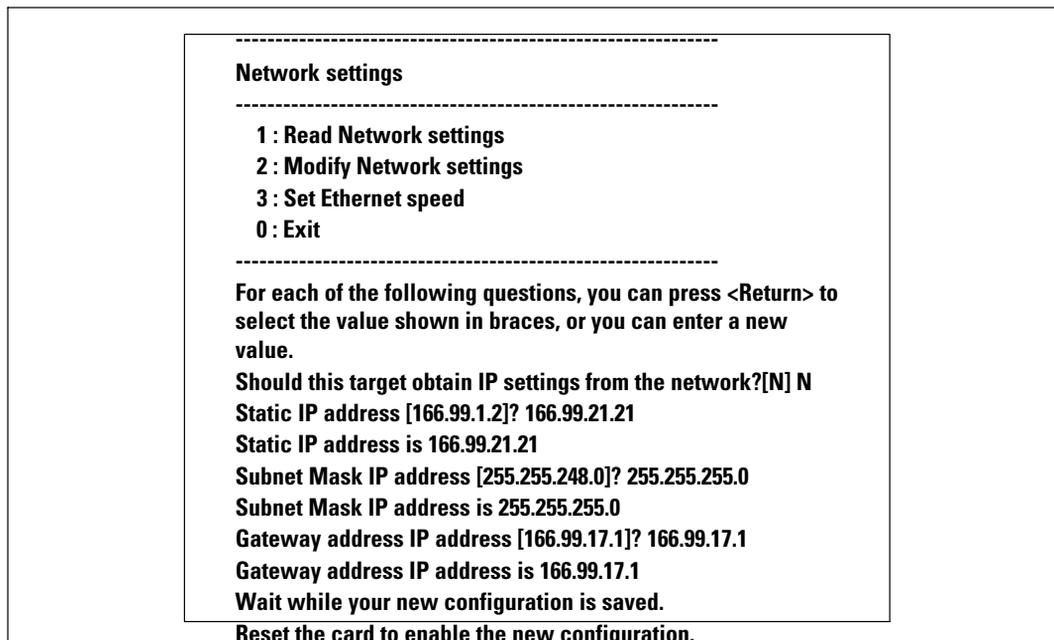

Figura 11. Modificar las Configuración de la red
- 1 Desde el menú principal, escriba **2** y presione **Intro**. Escriba **2** y presione **Intro** nuevamente para modificar las configuraciones de la red. Aparece el menú Configuración de la red (consulte la Figura 11).